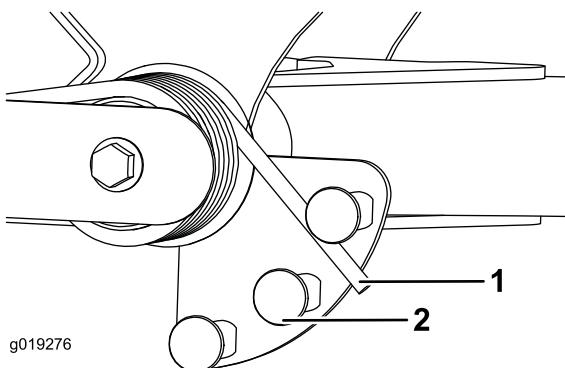

Figura 29
2. Inserite un tubo o un oggetto similare sull'estremità della molla lunga e giratelo attorno all'attuatore della molla nella posizione desiderata (Figura 29).